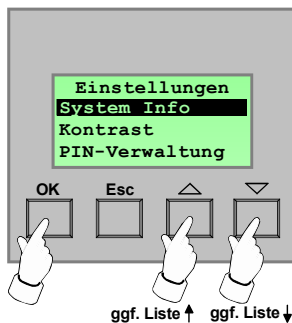

Bild 5: Auswahl der Geräteeinstellungen
Bei korrekter Eingabe der letzten Ziffer wird das Menü "Einstellungen" angezeigt (vgl. Schritt 4. / Bild 5).
4. Eine Auswahl aller Geräteeinstellungen öffnet sich (vgl. Bild 5).